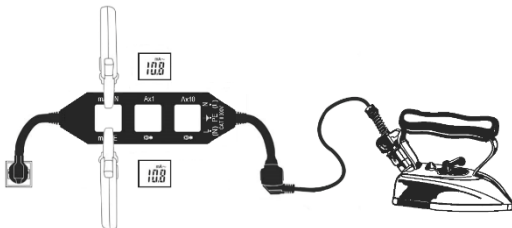

Abb. 3
4. Lesen Sie den direkten Wert des Ableitstroms (PE-Leiter) im mA-PE-Ring oder den indirekten Wert / Differenzwert des Ableitstroms (L-N-Leiter) im mA-L-N-Ring ab (siehe Abb. 3).